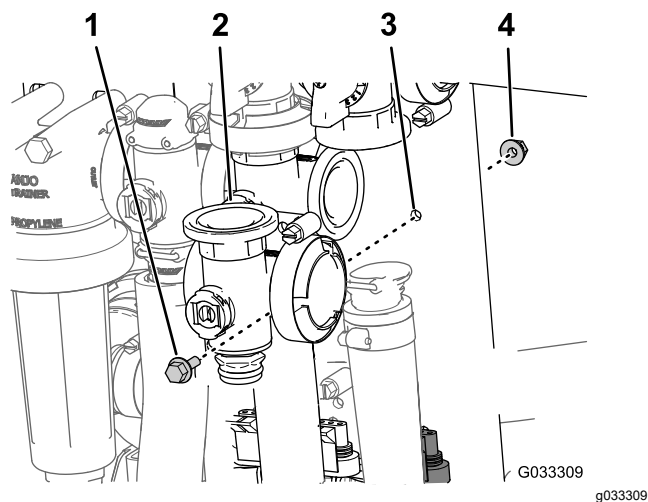

Figure 72
3. Retirez le boulon à embase et le contre-écrou à embase qui fixent la vanne principale sur le support, puis déposez le collecteur de la machine (Figure 72).